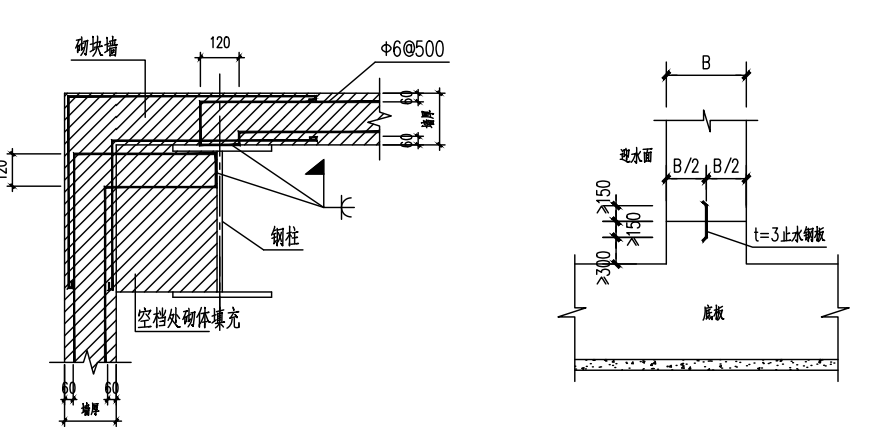

图11.12 内隔墙基础图
- 11.12 底层层隔墙、非承重墙不大于120mm厚(<3100)可直接砌在地面上,地面须局部加厚,做法详图11.12。